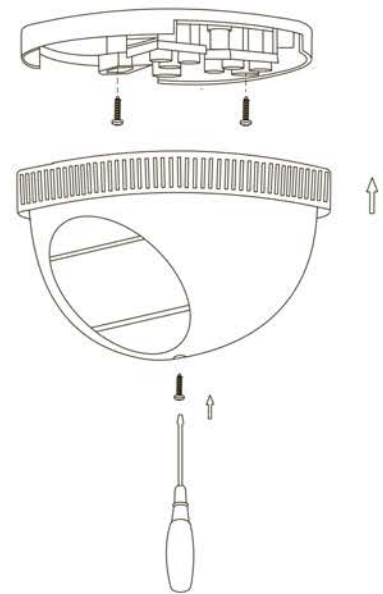

Рисунок 21 – Монтаж ДД 042
#### 5.2.5 Установка и подключение датчика ДД 042 (рисунок 21)
– С помощью отвертки открутить винт, расположенный на верхней части корпуса, и снять крышку с датчика (рисунок 21).